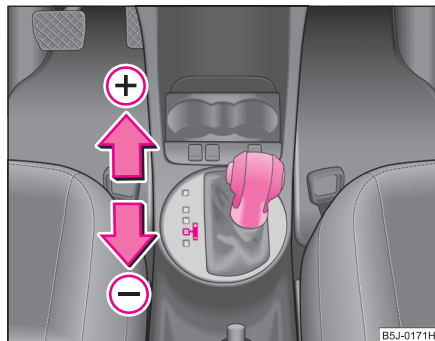

Fig. 107 Selector: selectarea manuală a vitezelor
- Apăsați scurt selectorul (în poziție tiptronic) spre față pe ➔ fig. 107 (+).